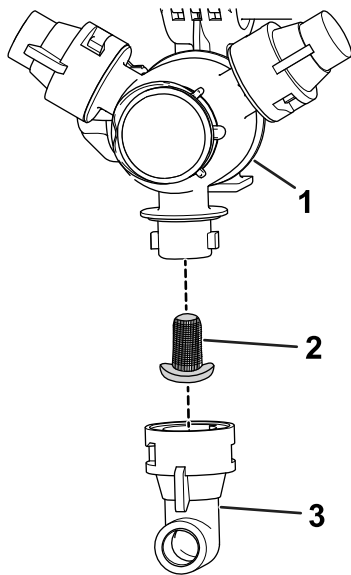

Рисунок 102
- Снимите сопло с поворотной распылительной головки (Рисунок 102).
- Снимите старый фильтр сопла (Рисунок 102).
- Установите новый фильтр сопла (Рисунок 102).
- Установите сопло на поворотную распылительную головку (Рисунок 102).